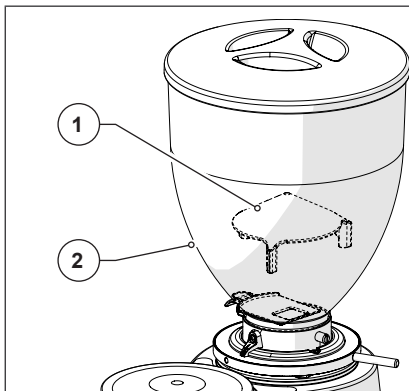

Fig. 3
- **Seta anti-intrusión en la tolva de alimentación de café (Fig. 3)**